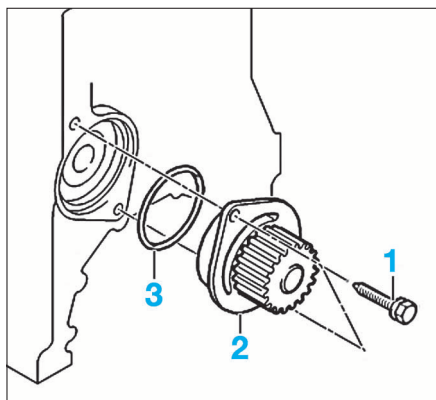

FIG. 25
- Déposer les deux vis de fixation (1) de la pompe à eau (2) et la déposer (Fig.25).
- Récupérer le joint torique (3).